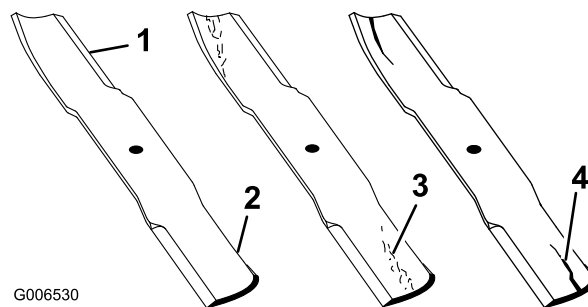

Figure 60
1. Examinez le tranchant des lames (Figure 60). Si les lames coupent mal ou présentent des indentations, déposez-les et aiguiser-les (voir Aiguisage des lames).
2. Inspectez les lames, surtout la partie relevée (Figure 60). Remplacez immédiatement toute lame endommagée, usée ou qui présente une entaille (Figure 60).